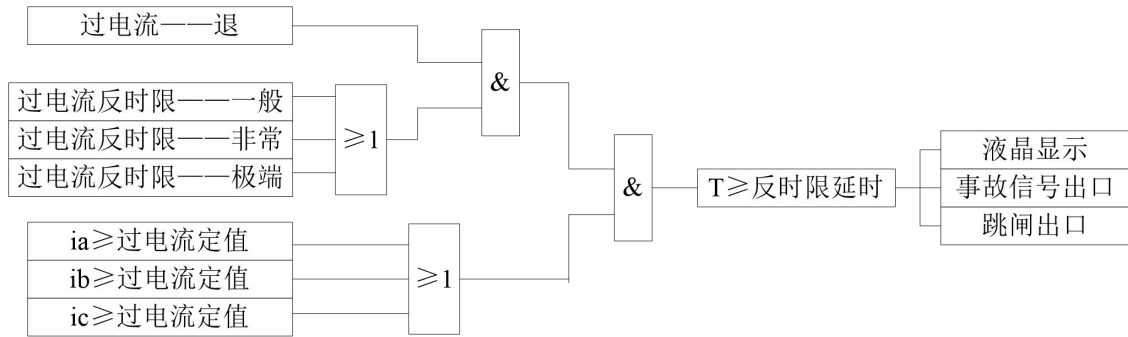

图 3-4：过流反时限动作逻辑图
**注:** 过流反时限保护使用过电流保护定值和过电流延时, 过流反时限保护和过电流同时投入时, 反时限保护无效。动作逻辑框图如图 3-4 所示: